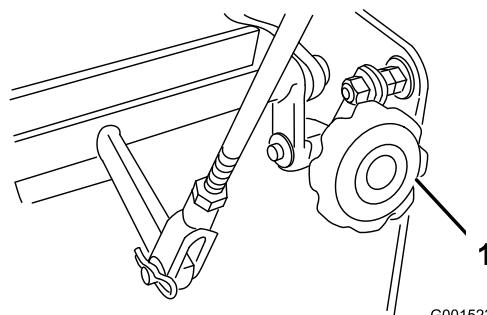

Figura 39
- Si la unidad se desvía hacia un lado, gire el mando de ajuste de la dirección. Gire el mando a la derecha para dirigir la máquina hacia la derecha, y a la izquierda para dirigir la máquina hacia la izquierda (Figura 39).